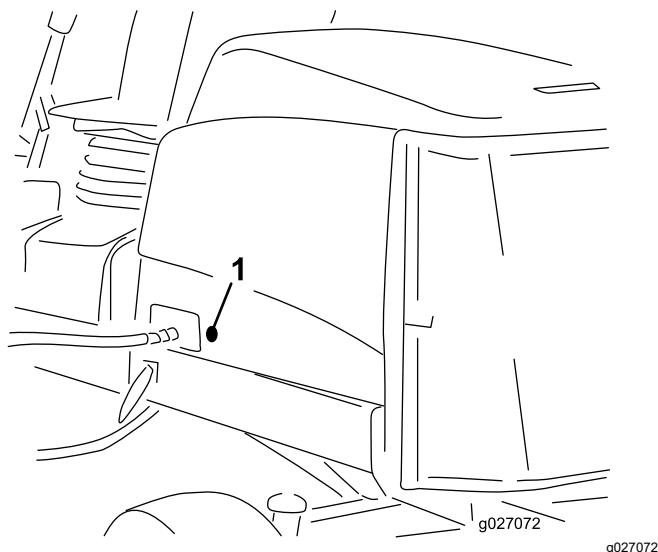

Figure 33
2. Retirez les bagues en caoutchouc du trou dans le côté gauche du capot (Figure 33).